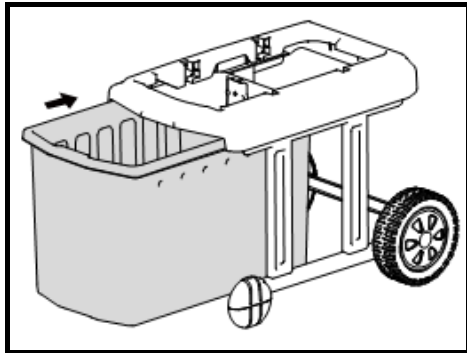

Fig.7
6. Remplacez le collecteur dans le socle en le faisant glisser. Vérifiez que le collecteur se trouve au-dessus des rails de guidage. (Fig. 7)